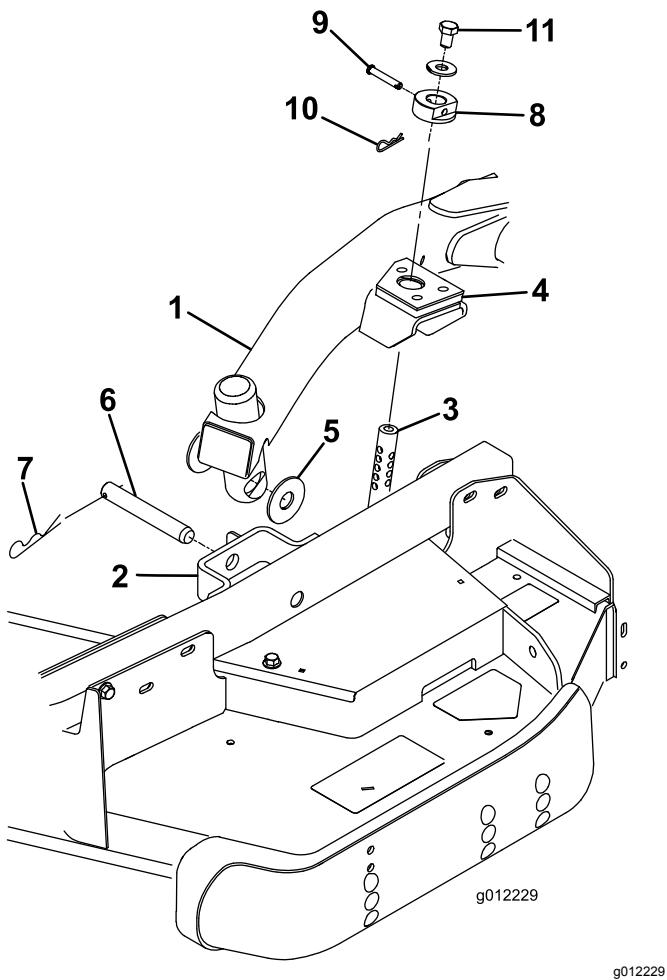

Figura 4
2. Portate la leva di sollevamento in posizione FLOAT. Spingete verso il basso un braccio di sollevamento fino a quando i suoi fori non si trovano allineati ai fori della staffa del braccio della ruota orientabile e l'asta dell'altezza di taglio può essere inserita nei pattini del braccio di sollevamento (Figura 4).
3. Fissate il braccio di sollevamento al braccio della ruota orientabile con 2 rondelle di spinta, un perno con testa e una coppiglia grande. Posizionate le rondelle di spinta tra il braccio di sollevamento e la staffa del braccio della ruota orientabile (Figura 4). Inserite l'estremità della coppiglia nell'apposito intaglio di ritegno presente sulla linguetta del braccio della ruota orientabile.
- testa e le coppiglie piccole (Figura 4). La testa del perno deve essere rivolta verso la parte anteriore dell'apparato di taglio.
- Montate un bullone ($\frac{1}{2}$ " x $\frac{3}{4}$ ") e una rondella sulla sommità di ogni asta dell'altezza di taglio (Figura 4).